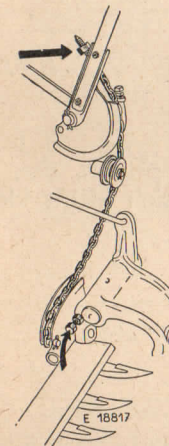

Bild 7
Endglied der Zugkette mit Bolzen und 2 Splinten am Kettensegment am inneren Schuh einhängen. Kette in Rille einlegen, um die Unterseite der Kettenrolle, dann über das Kettensegment am Handhebel führen und dort in die Kettenöse einhängen. Vor dem Einhängen prüfen, daß die **Kette nicht verdreht** ist (siehe Bild 7 und Ersatzteilliste Tafel 6).
a) Kette spannen: Handhebel in tiefste Stellung bringen. Die Sechskantmutter der Kettenöse am Handhebel solange anziehen, bis der Schneidapparat fast senkrecht steht. Er soll leicht nach außen geneigt sein. Anschlagsschraube am Ärmelgelenk entsprechend einstellen (Bild 7).